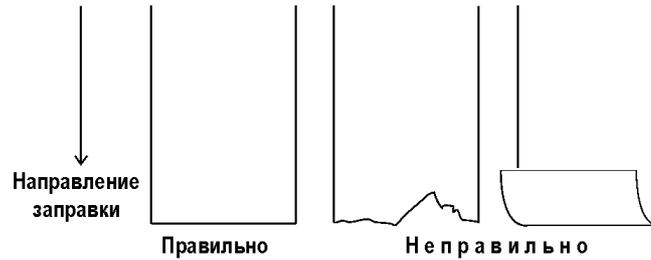

Рис. 3. Подготовка бумаги
1. Обрежьте конец рулона бумаги, как показано на Рис. 3: